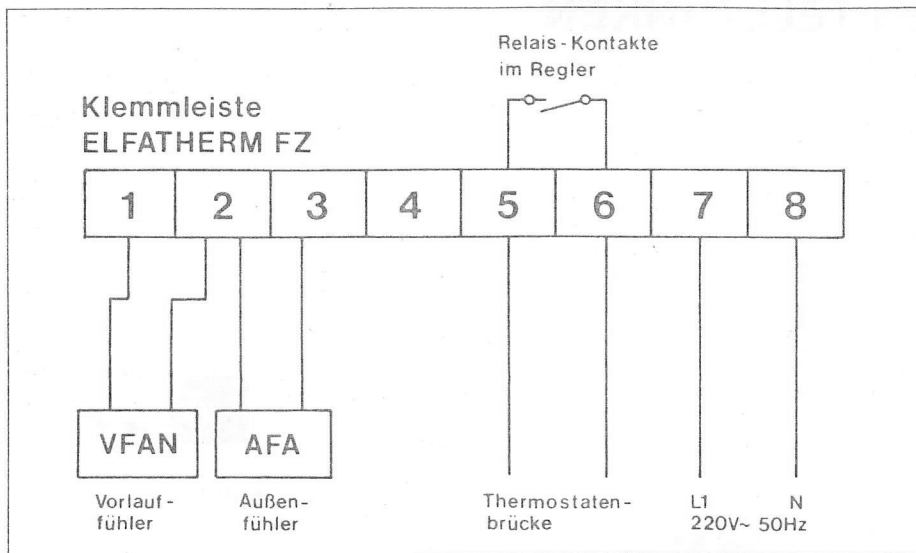

Bild 3 Anschlußschema
2. Elektrischer Anschluß (Bild 3)